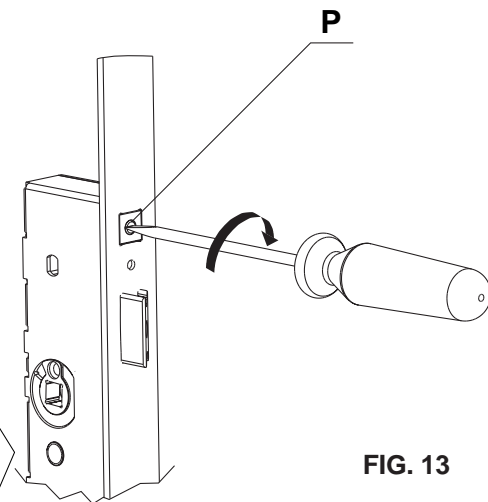

FIG. 13
- Reintroduzca el pistón "P" con la punta hacia la derecha (Fig. 13)